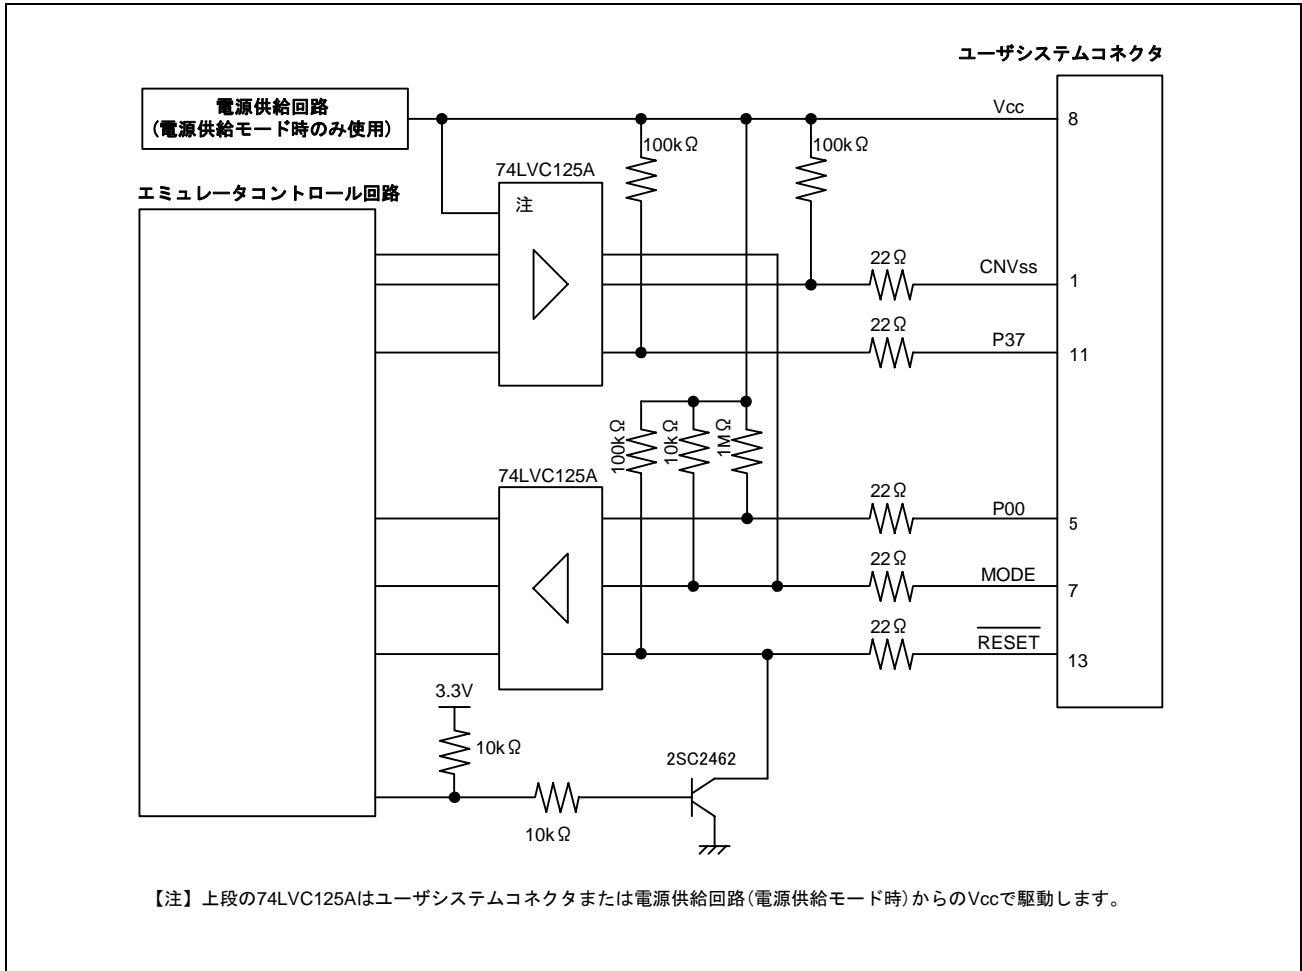

図 5.6 E8 エミュレータ内インタフェース回路 (参考)
9. 図5.6にE8エミュレータ内インタフェース回路を示します。プルアップ抵抗の値などを決定するときに参考にしてください。